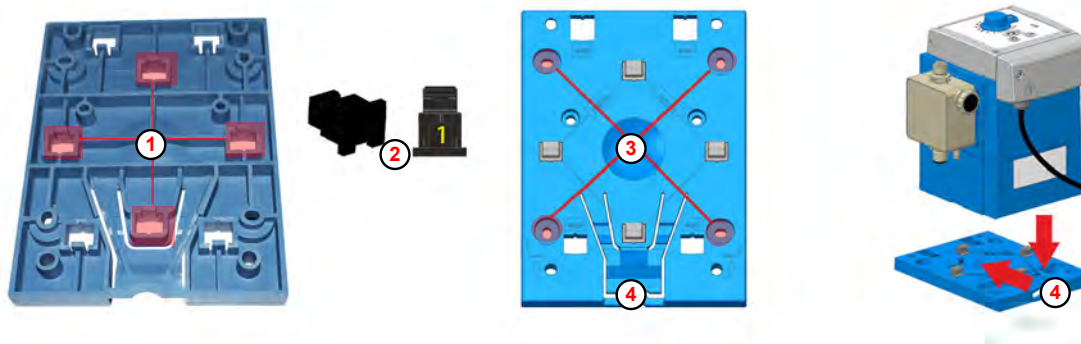

Fig. 14 : Préparatifs pour le montage sur table
Sur la partie inférieure de la plaque de montage, les orifices pour le montage sur table (Fig. 14 , ①) portent le numéro 1.